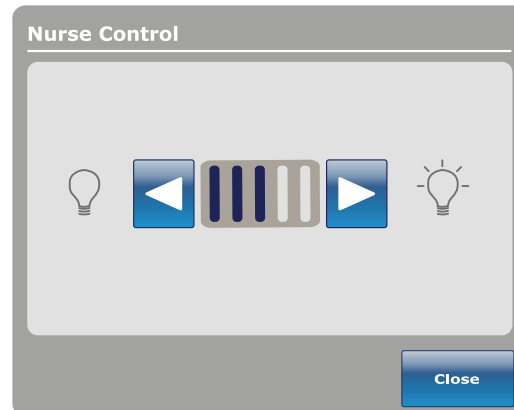

Figure 2-90 : Intensité DEL des commandes de l'infirmier
2. Toucher la flèche de gauche ou de droite (Figure 2-90 à la page 2-89).
3. Pour enregistrer le réglage d'intensité DEL, toucher **Close** (Fermer) (Figure 2-90 à la page 2-89).